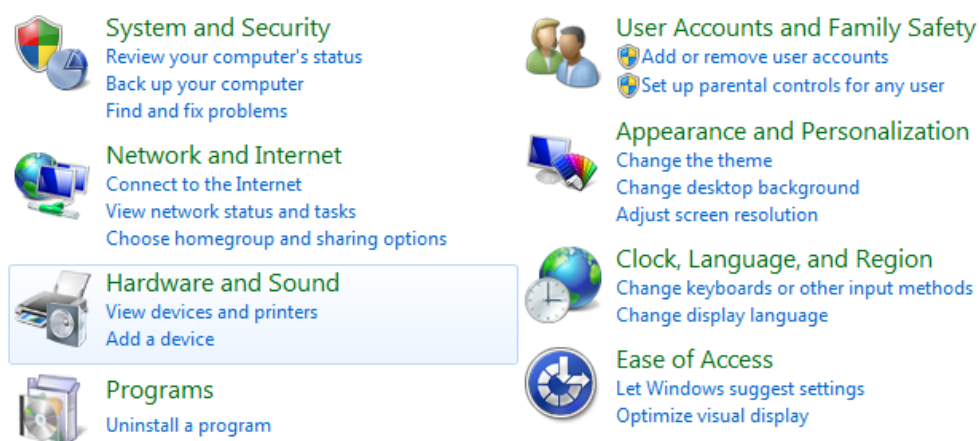

图 2-22
- ◆ 按 Windows 开始按钮，选择 “Control Panel” （图 2-22）。